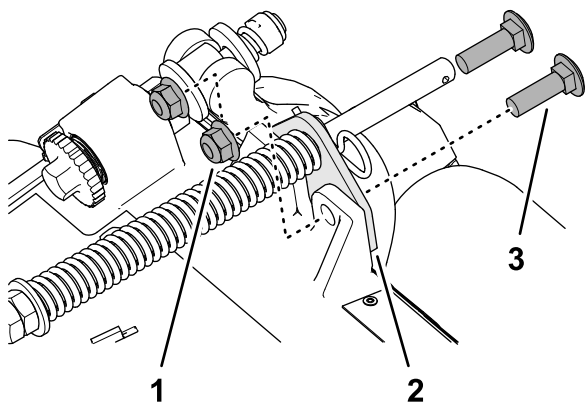

Рисунок 8
2. Удалите 2 фланцевые контргайки (3/8 дюйма) и 2 каретных болта (3/8 x 1 1/4 дюйма), которые крепят кронштейн компенсатора состояния грунта к раме режущего блока (**Рисунок 8**).